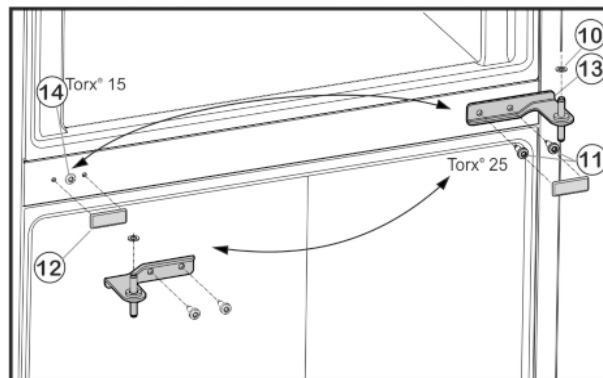

Fig. 5
- ▶ Śruby mocujące Fig. 5 (11) odkręcić (2 x Torx® 25) i z dolnych drzwi wyjąć środkową płytkę zawiasu.
- ▶ Zdjąć podkładkę z tworzywa sztucznego Fig. 5 (10).
- ▶ Ostrożnie zdjąć osłonę Fig. 5 (12).
- ▶ Odkręcić śrubę mocującą Fig. 5 (14) (1 x Torx® 15) i włożyć ją po przeciwnej stronie.
- ▶ Założyć osłonę Fig. 5 (12) po przeciwnej stronie.
- ▶ Środkową płytkę zawiasu Fig. 5 (13) obrócić o 180° włożyć w dolne drzwi i przykręcić po nowej stronie zawiasu za pomocą śrub mocujących Fig. 5 (11) (2 x Torx® 25) (z siłą 4 Nm).
- ▶ Ponownie założyć podkładkę z tworzywa sztucznego Fig. 5 (10).
- ▶ Założyć górne drzwi na środkową płytkę zawiasu Fig. 5 (13).